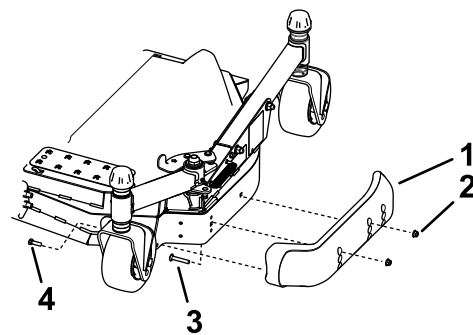

Figura 7
3. Allentate la vite davanti a ciascun pattino (Figura 7).
5. Spostate i pattini nella posizione opportuna e fissateli con i bulloni a testa flangiata e i dadi (Figura 7).